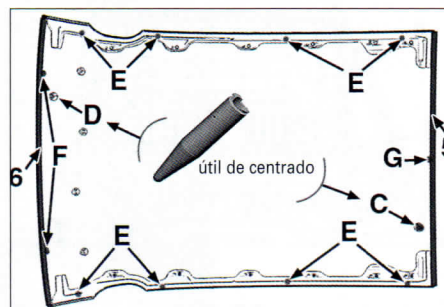

FIG. 63
Montar los separadores de altura en los sitios previstos en (E) sobre la junta moldeada (si es necesario) (fig. 63).